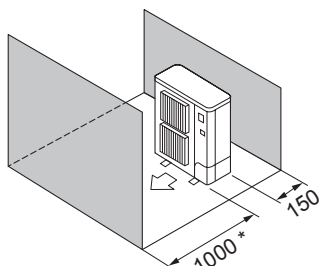

Fig. 2-11
- ⑤ Solo ostacoli anteriori e posteriori (Fig. 2-11)